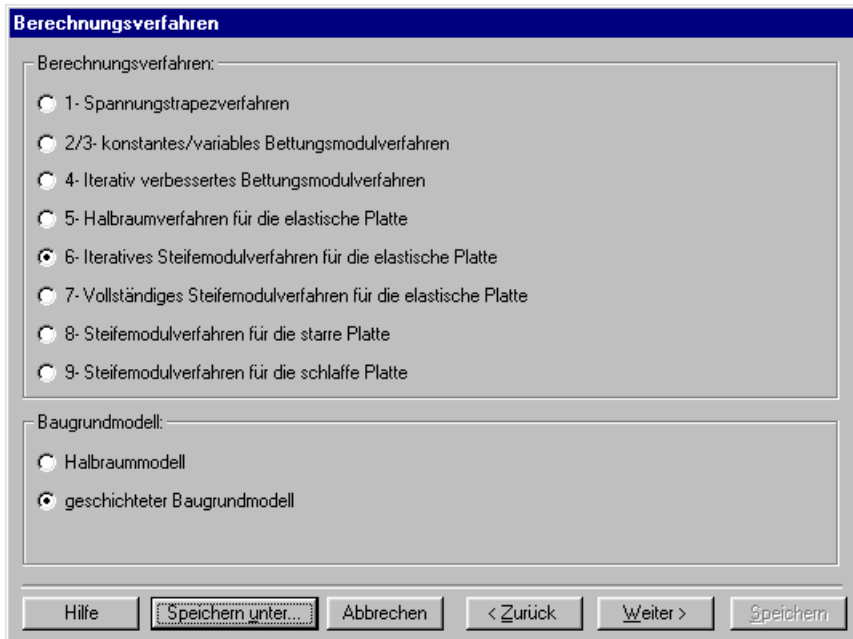

Bild 3-3 Menü "Berechnungsverfahren"
Nach Klicken der Schaltfläche "Weiter" erscheint das Menü "Berechnungsverfahren" (Bild 3-3).
- Wählen Sie "6-Iteratives Steifemodulverfahren für die elastische Platte" (Bild 3-3)